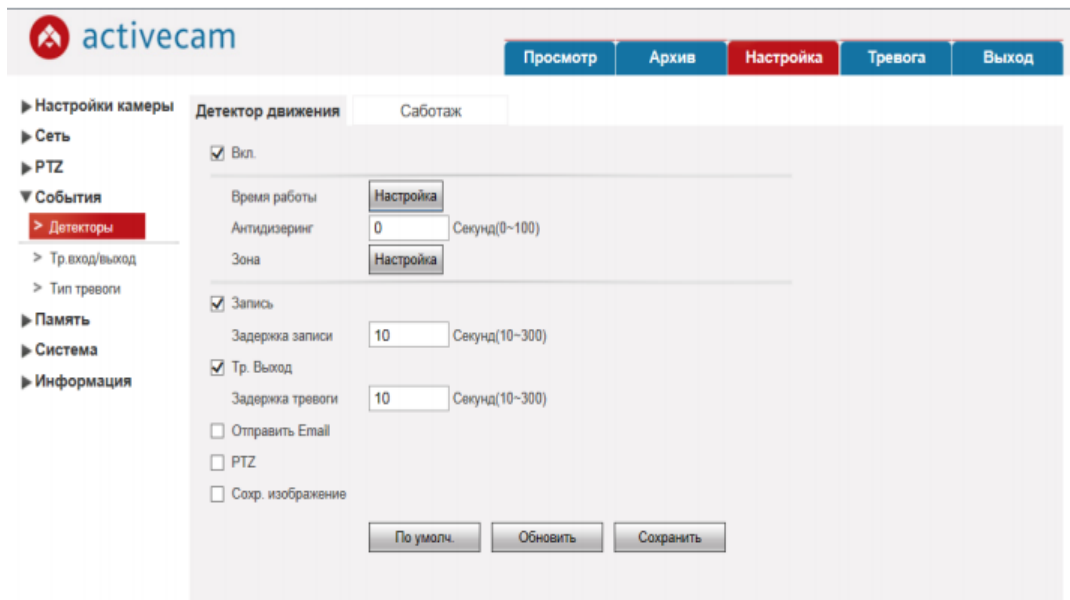

Рисунок 7.1 – Вкладка "Детектор движения"
через меню подраздела **Детекторы**. Для вызова меню настроек перейдите на горизонтальную вкладку окна: "Детектор движения" (рис. 7.1).
В меню настроек встроенного детектора движения видеокамеры возможно лишь активировать процесс записи по тревоге и установить его длительность. Установкой флага *Запись* добейтесь, чтобы в момент срабатывания детектора производилась запись видеоизображения. Через настройку *Задержки записи* установите интервал времени, записанный при срабатывании детектора: от 10 до 300 секунд (рис. 7.1, 7.5).
5. Для получения уведомления о сработавшем детекторе на тревожный выход необходимо установить в меню флаг *Тр.Выход* и запрограммировать время задержки между срабатыванием детектора и подачей сигнала на тревожный выход через выбор значения опции *Задержка тревоги* от 10 до 300 секунд (рис. 7.1, 7.5).
при динамическом режиме работы видеокамеры как поворотного устройства PTZ. Указанные настройки также можно произвести через горизонтальную вкладку меню настроек соответствующих детекторов (рис. 7.1, 7.5).
В камере имеется программная возможность записать в архив снимки экранов, соответствующих тревожным состояниям детекторов. Установите флаг в поле **Сохранить изображение** (рис. 7.1, 7.5), и моменты срабатывания детекторов будут задокументированы в локальной памяти камеры.